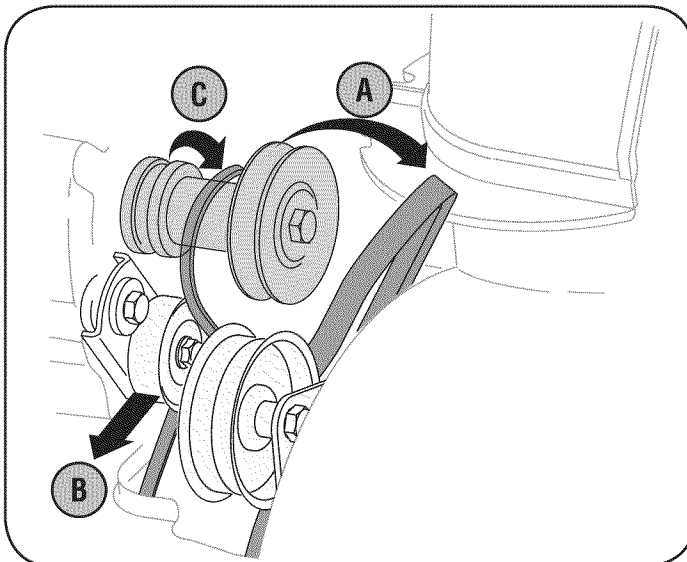

Figura 32
- Tome la polea loca y gírela hacia la derecha. Vea la figura 32.